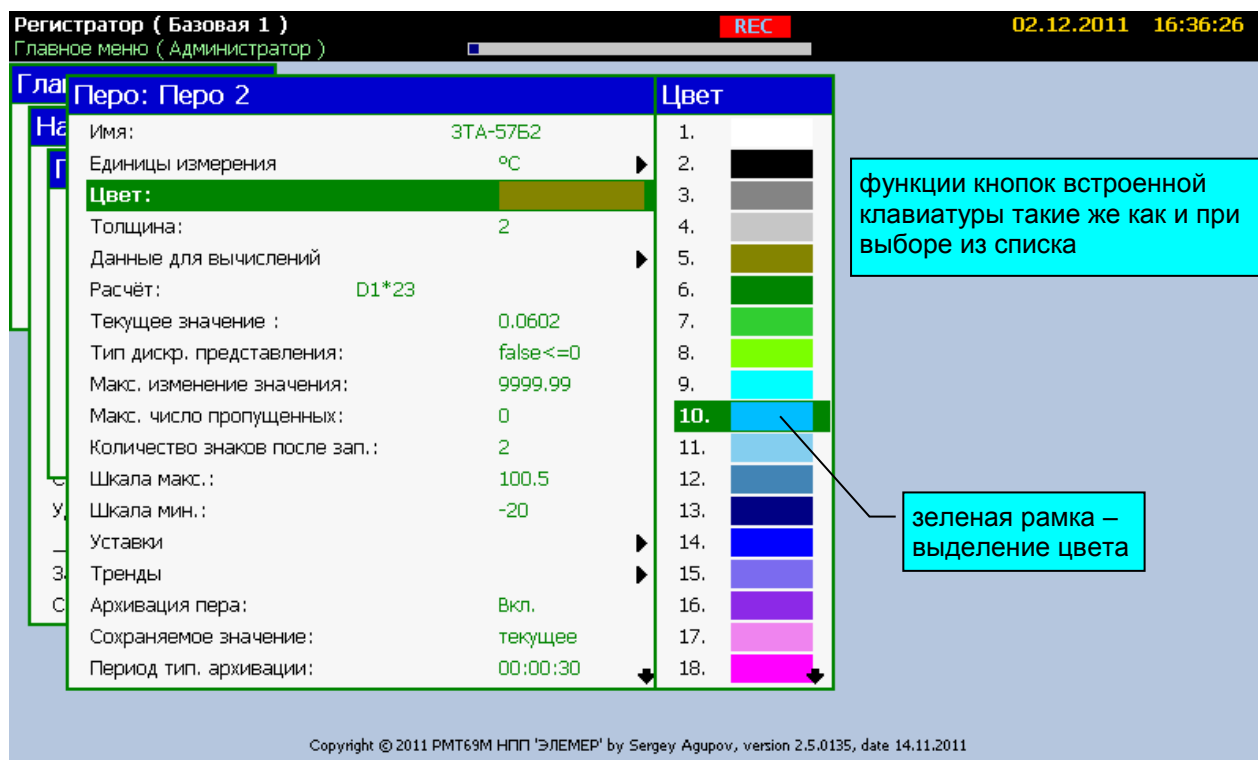

Рисунок 2.19
4) Выбор цвета объекта (см. рисунок 2.19)